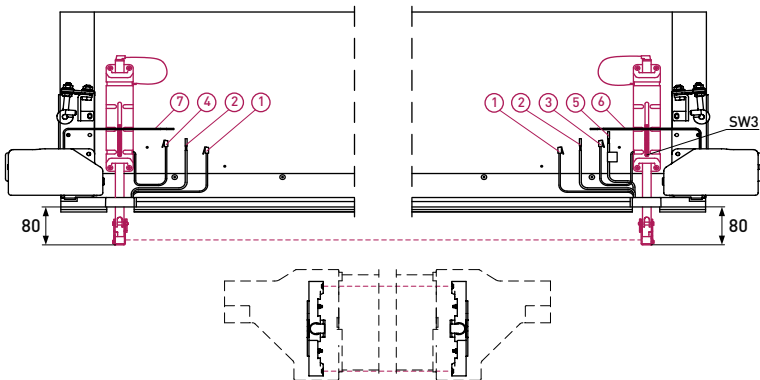

Abb. 1 — Einrichtung der Stangeposition mit dem Sensor des Sets **PFS-200KIT**
- Bei der Lieferung des Tors ist das Set der Fotozelle mit Rollenhaltern **PFS-200KIT** an dem Torblatt in Transportstellung installiert, elektrische Kabel sind an den Anschlusspunkten angeschlossen. Nach der Montage des Tors ist eine Einstellung erforderlich (Abb. 1):
5. Führen Sie die Kabel des Torblattes durch die Kabeleinführungen in die Gehäuse des Sets ein. *Abb. 1* zeigt beispielhaft die Kabel eines Industrietorblattes mit einer Schlupftür mit flacher Schwelle: